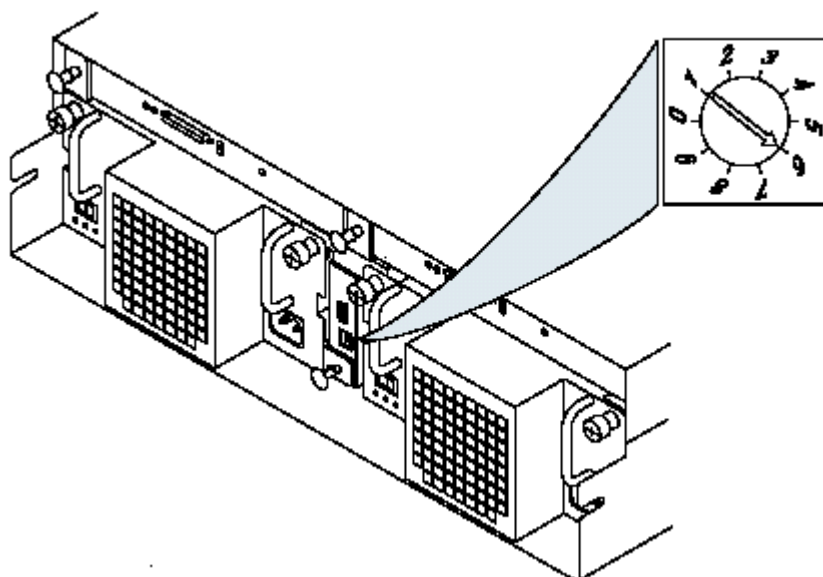

图3-1 设置磁盘阵列ID
1. 参照图3-1，转动磁盘阵列ID地址旋转开关，旋转到您为该磁盘阵列子系统单元设定的地址上。这时您可能需要一个小的螺丝刀。